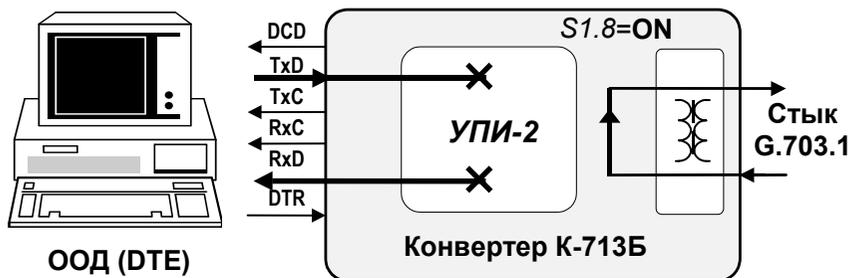

Рис. 10 Проверка в режиме Цифровой шлейф (DL).
Режим проверки *Цифровой шлейф (Digital Loopback)* позволяет включить режим возврата данных, принимаемых со стыка G.703.1, непосредственно на ЛОКАЛЬНОМ конвертере. Этот режим обеспечивает, в частности, возможность проверки канала передачи данных, в котором конвертер К-713Б используется только с одной стороны. Рис. 10 иллюстрирует принцип работы режима *Цифровой шлейф (DL)*.